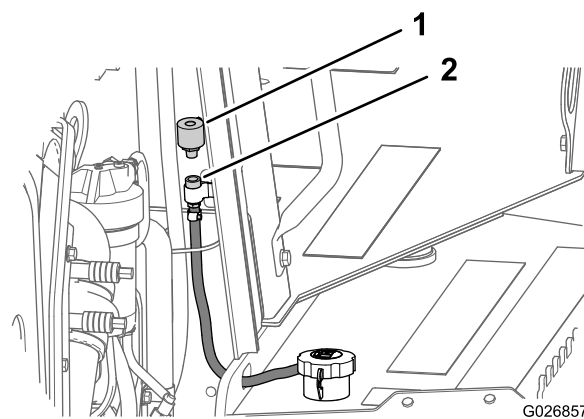

Figura 73
- Sul lato anteriore del pannello del vano motore, rimuovete lo sfiatatoio dal giunto del tubo ruotando lo sfiatatoio in senso antiorario (Figura 73).
- Montate un nuovo sfiatatoio nel giunto del tubo serrandolo a mano (Figura 73).